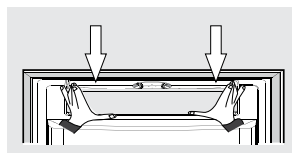

Figura 41
- Antes de llenar su tanque, asegúrese que éste se encuentre en una posición estable asentado totalmente contra la contrapuerta. (Figura 41).